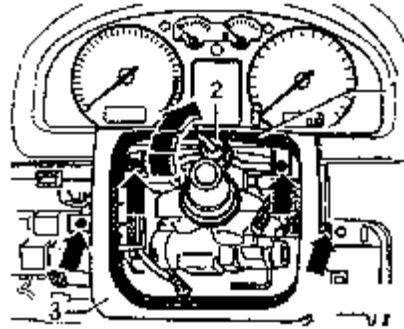

图 11-25 拆卸护板盖子
⑦如图 11-25 所示。向上移动护板 1，并且使用辅助工具（例如：螺帽扳手手柄）2 夹紧。拆下四个螺钉（箭头），拧取下盖子 3。